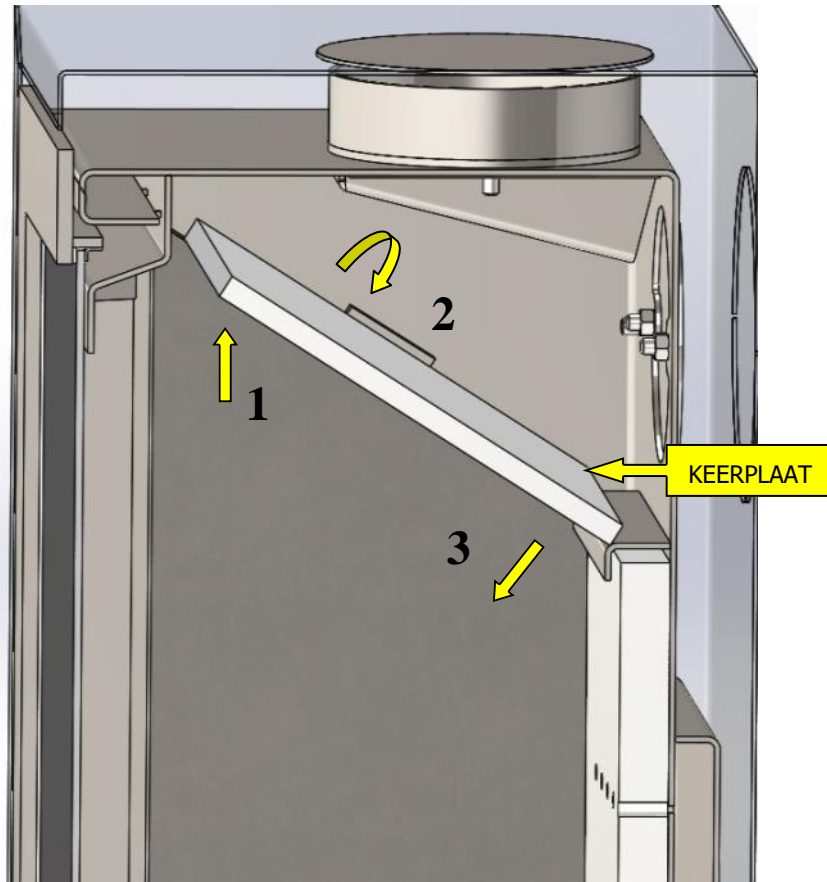

Fig.4
- * Indien de trek in de kachel/schoorsteen te hoog is kunt U door het dichtzetten van de Rendementsplaat (zie bijlage 3 Fig.4) de trek in de kachel temperen. Verwijder hiervoor de keerplaat (zie bijlage 3 Fig.3) door deze aan de voorzijde iets op te tillen (1) de plaat te kantelen (2) en deze eerst met de onderzijde van de plaat (3) uit het toestel te nemen. Waarna door het los draaien van de moeren de rendementsplaat gesteld kan worden. (4 en 5)